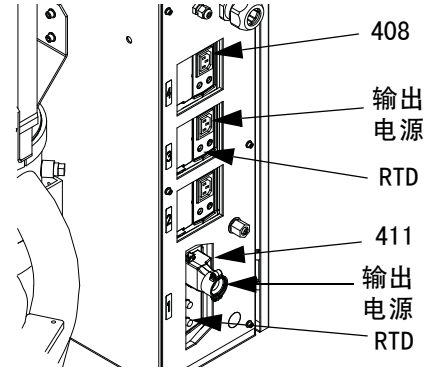

图 49：电气外壳后视图
- 电源输出电缆（请参见图 49）
1. 打开外壳门（402）。断开大功率 TCM（411）的电源输出和 RTD 电缆。请参见图 49。